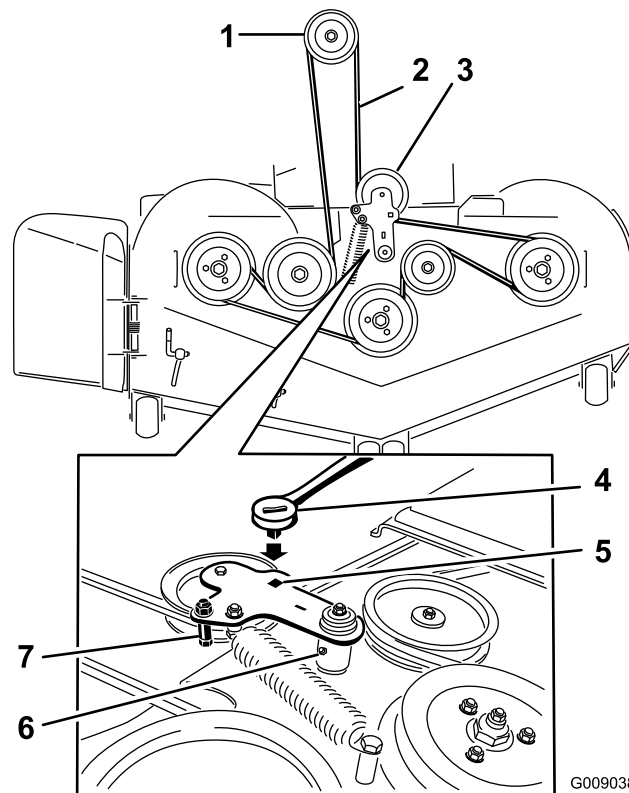

Bild 73
5. Setzen Sie eine Ratsche in das rechteckige Loch im Spannarm ein, um die Spannung an der Spannscheibenfeder zu lösen (Bild 73).
7. Nehmen Sie die Riemen Schutzvorrichtung am gefederten Spannarm ab, wie in Bild 73 dargestellt.
9. Verlegen Sie den neuen Riemen um die Mähwerk- und Bremsspannscheiben unter dem Motor (Bild 73).
10. Nehmen Sie die Riemenführung am Spannarm ab, wie in Bild 73 dargestellt.
11. Setzen Sie die Spannscheibenfeder mit der Ratsche im rechteckigen Loch ein (Bild 73).